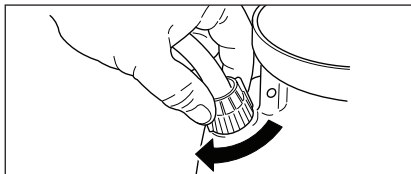

Figure 2. Serrer l'écrou du tuyau
2. Glissez l'écrou du tuyau le long du tuyau et par-dessus les filets du réservoir. Tournez l'écrou du tuyau dans le sens des aiguilles d'une montre et serrez-le solidement. Voir la Figure 2.